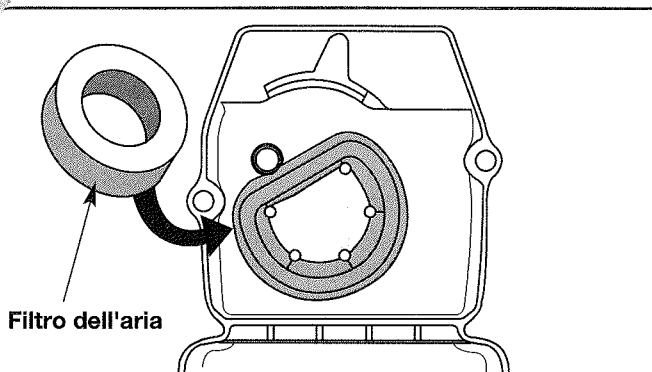

Fig. 24
2. Togliere il filtro dell'aria posto nella parte posteriore del carter del filtro dell'aria/tubo di scappamento (Fig. 24).
6. Sostituire il filtro dell'aria nel carter del filtro dell'aria/tubo di scappamento (Fig. 24).